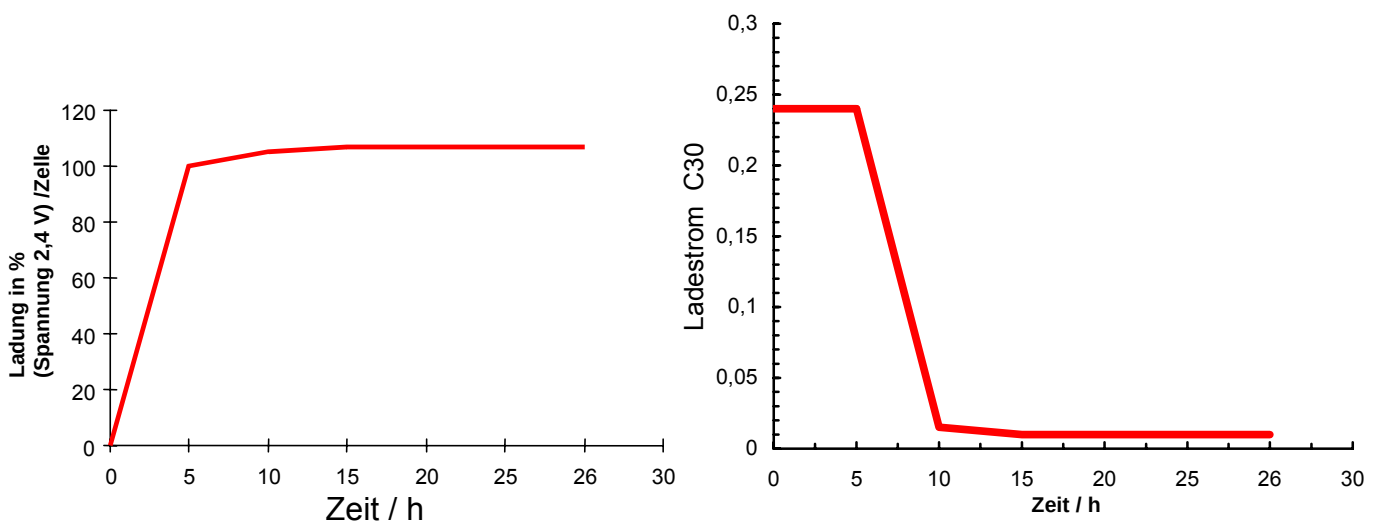

Abb.2 Zyklischer Betrieb
- ii. Zyklusbetrieb 2,40-2,45 V/Zelle bei 25°C (Abb. 2)